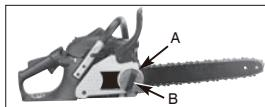

Fig. 4
- Sujete la punta de la espada hacia arriba y gire el disco dentado de la cadena de ajuste (A) HACIA LA DERECHA para aumentar la tensión de la cadena. Girar el disco dentado de la cadena (A) HACIA LA IZQUIERDA disminuirá la tensión en la cadena. Asegúrese de que la cadena se ajusta perfectamente a lo largo de la espada. (Fig. 4)
- Después de realizar el ajuste, y mientras sujetela punta de la espada en la posición superior, apriete el pomo de retención de la espada (B) firmemente. La cadena tiene la tensión correcta cuando encaja perfectamente alrededor y se puede girar con la mano enguantada. (Fig. 4)